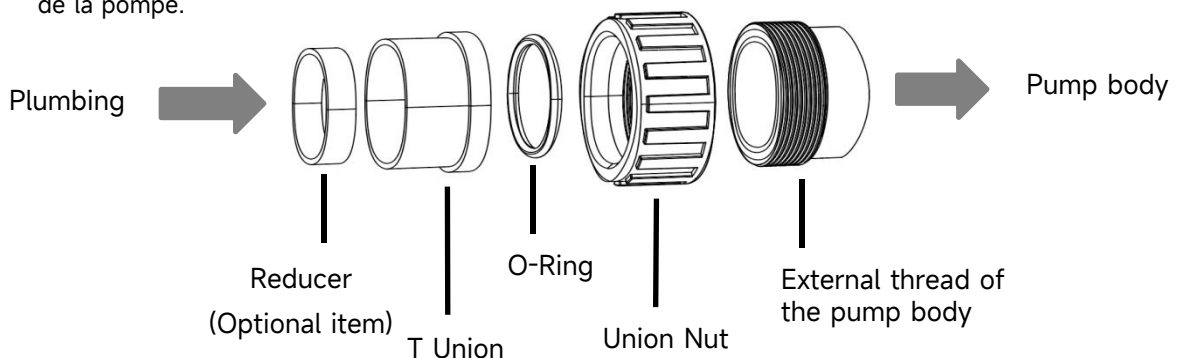

Figure 3 - Kit Union
- 3) Utilisez le kit de raccord fourni par le fabricant de la pompe (voir figure 3). N'utilisez pas d'autres raccords pour connecter l'entrée/sortie de la pompe, car ils pourraient être incompatibles et endommager le corps de la pompe.